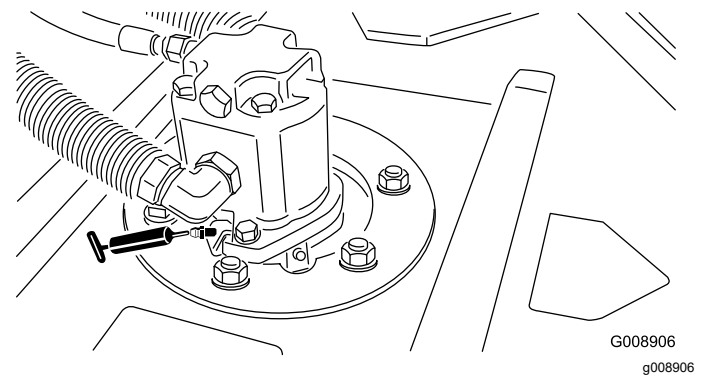

Bild 71
- Spindelwellenlager der Schneideinheit (2 pro Schneideinheit)—Bild 71